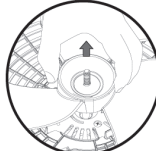

Figura 20
- Puxar a hélice do eixo do motor como mostrado na figura 20.